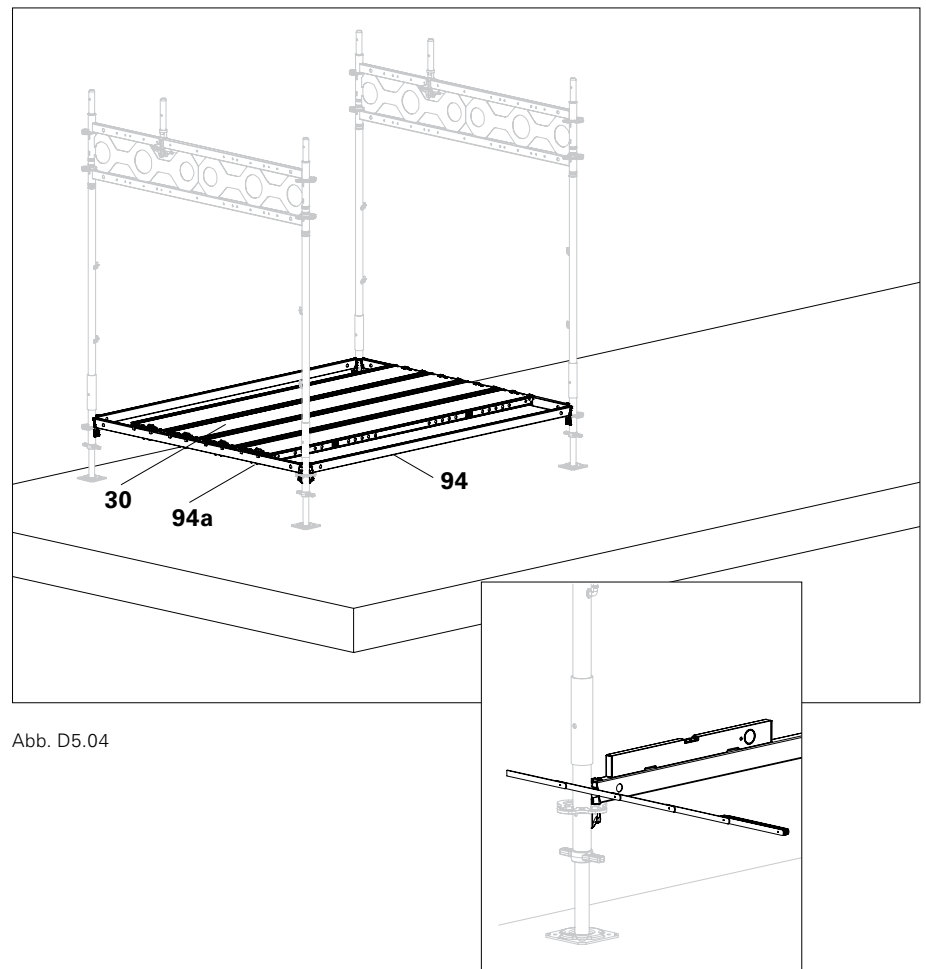

Abb. D5.04
1. Rahmenzüge aufstellen und mit Horizontalriegel UH Plus (94) am Basisstiel verbinden.
3. Als Montagehilfe in Basislage Horizontalriegel UH Plus (94a) montieren und Beläge (30) einhängen. (Abb. D5.04)